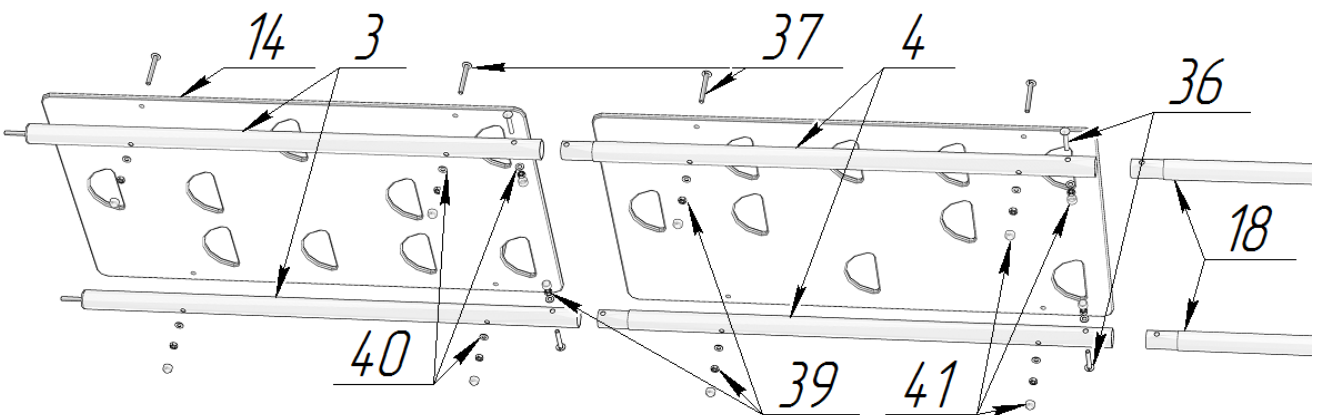

Рис.3 – Схема сборки опорных труб со скалодромом.
5.2. Сборка опорных труб со скалодромом представлена на рис. 3.